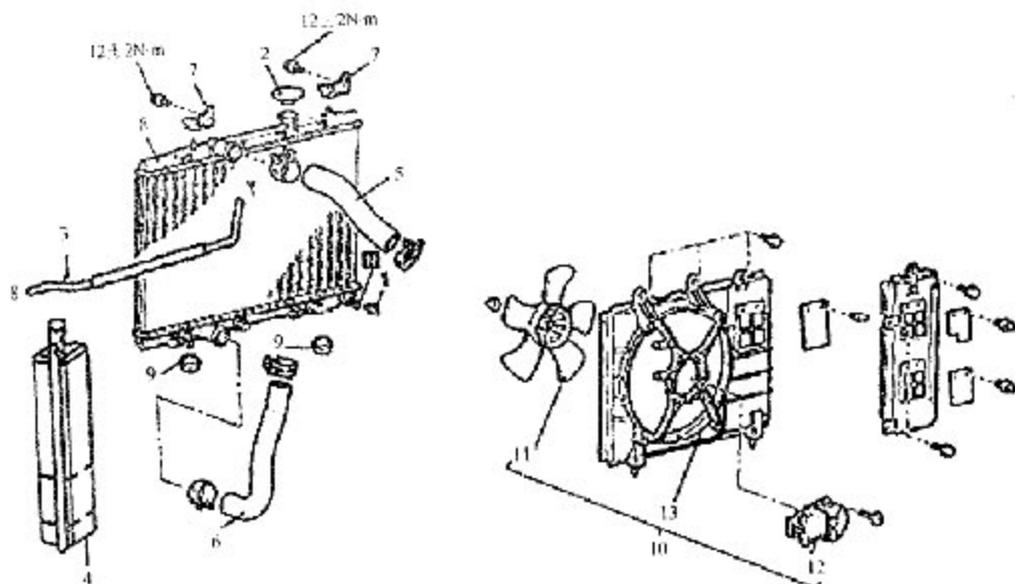

图 8-12
- 3). 拆卸步骤(见图 8-12)
电子扇总成的拆卸步骤参见图 8-12: